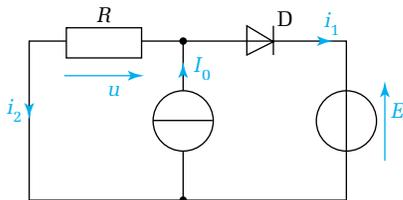

Figure 17.28
**9.** Dans le montage de la figure 17.28, la diode est supposée parfaite et  $R = 5,0$   $\Omega$ . Calculer  $i_1$ ,  $i_2$  et  $u$  pour :